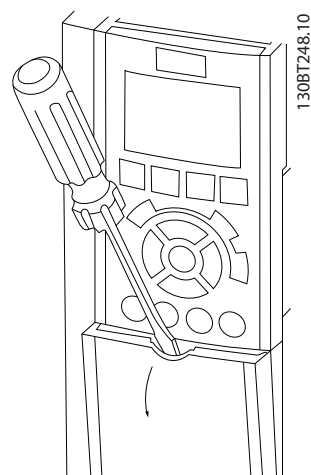

Bild 2.13 Åtkomst till styrkablar för A2-, A3-, B3-, B4-, C3- och C4-kapslingar
- Ta bort skyddsplåten med en skruvmejsel. Se Bild 2.13.